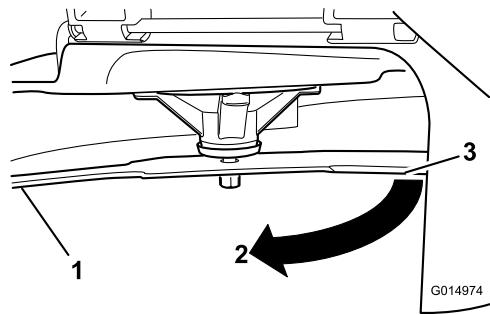

Figura 52
3. Distância medida entre a lâmina e a superfície (A)
4. Rode a mesma lâmina 180 graus para que a extremidade de corte oposta esteja agora na mesma posição (Figura 52).